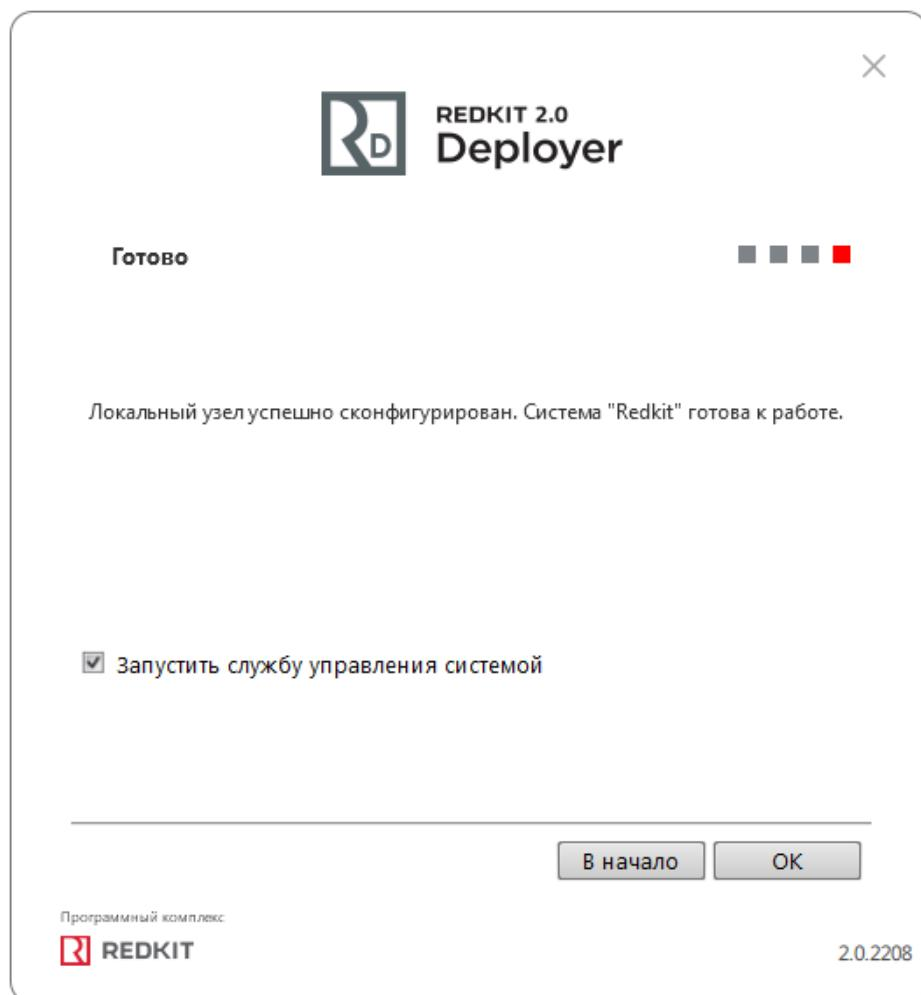

Рисунок 92 - Завершение конфигурирования
8. Отметьте чекбокс у команды **Запустить службу управления системой** и нажмите **OK** (Рисунок 92).